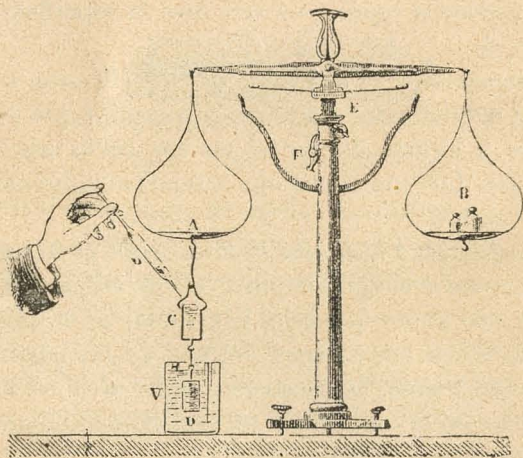

Fig. 30.—Demostración experimental del principio de Arquímedes.
2. **Demostración experimental.** — El principio de Arquímedes se puede demostrar por medio de la balanza hidrostática. La *balanza hidrostática* (fig. 30) es una balanza ordinaria cuyo fiel puede bajar ó subir fácil-